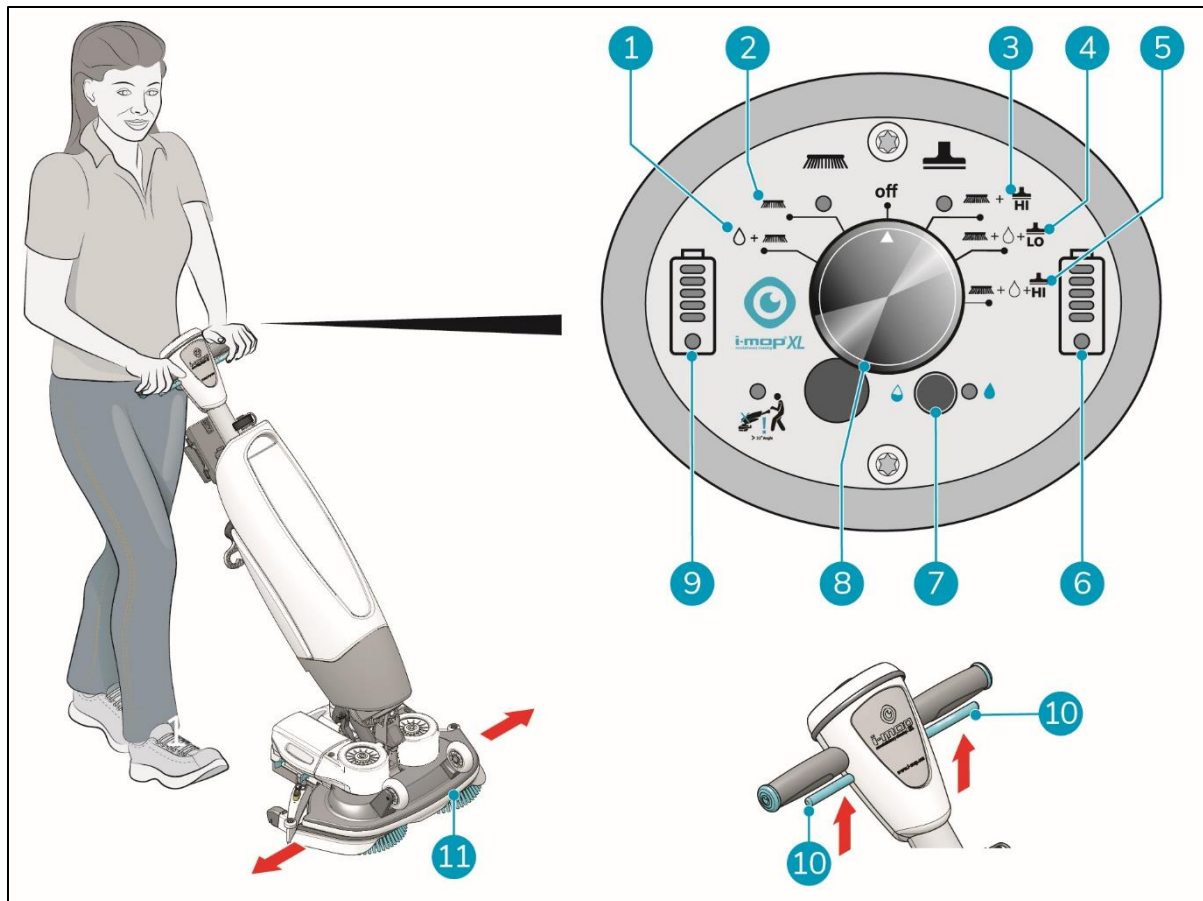

Figura 22
4. Colóquese detrás de la i-mop® XXL Pro. Elija su modo de limpieza mediante el interruptor principal (Figura 22, pos. 7). Esto también encenderá la i-mop XXL Pro. Puede seleccionar las opciones de forma independiente o combinada.
- MODO 1: Cepillo + agua/solución limpiadora (Figura 22, pos. 1).
- MODO 2: Sólo cepillo (Figura 22, pos. 2).
- MODO 3: Cepillo + aspirador (Figura 22, pos. 3).
- MODO 4: Cepillo + agua/solución limpiadora + Lo vacuum (Figura 22, pos. 4).
- MODO 4: Cepillo + agua/solución limpiadora + Aspiración Hi (Figura 22, pos. 5).
6. Apriete el gatillo de la empuñadura (Figura 22, pos. 10). Esto también pondrá en marcha la i-mop® XXL.
9. Gire suavemente el mango hacia la izquierda o hacia la derecha para mover la plataforma de fregado (Figura 22, pos. 11).
10. Soltar el gatillo (Figura 22 pos. 10) parará inmediatamente la i-mop XXL Pro. El motor de aspiración se detendrá al cabo de 3 segundos.